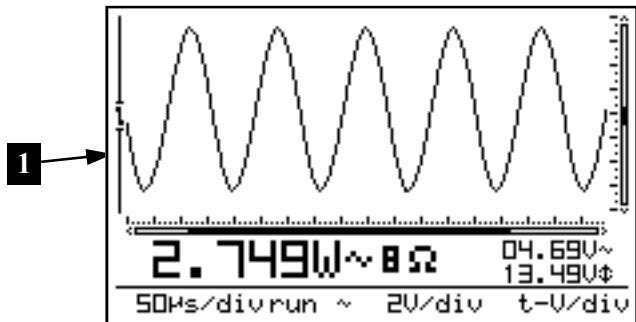

Fig 42
- Changing the timebase or sensitivity switches the autorange mode immediately off. (**Fig 42**)
- Use the up/down cursorkeys to shift the vertical trigger position (1).
- Het wijzigen van de tijdsbasis of gevoeligheid schakelt het autobereik uit. (**Fig 42**)
- Tout changement de la vitesse de balayage ou de la sensibilité, annule le mode "autorange" (**Fig 42**)
- Das Ändern der Zeitbasis oder der Eingangsempfindlichkeit beendet sofort den Autorange Modus(**Abb. 42**)